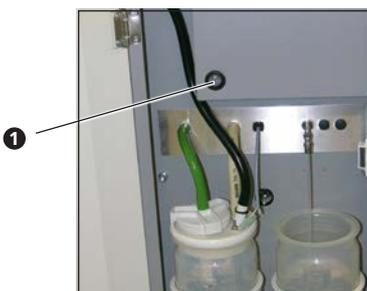

Fig. 23.
- El sistema de lavado de oídos se suministra de agua por un depósito calentador (37°C) de 4,5 l de capacidad (3, fig. 22). Este depósito se llena, limpia y desinfecta fácilmente. La bomba se pone en marcha únicamente si es necesario. La presión y el flujo de agua se regulan mediante la palanca de liberación de la pistola de irrigación. Con el interruptor 1, fig. 23, el sistema de irrigación puede conectarse y desconectarse.